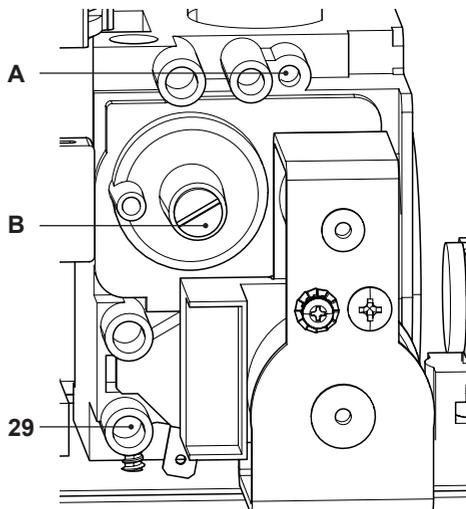

Figura 7.5
- A caldaia spenta (fuori servizio), controllare la pressione di alimentazione utilizzando la presa 29 in Figura 7.5 e confrontare il valore letto con quelli riportati nella tabella Pressioni di alimentazione gas nella sezione "Dati tecnici" pag. 27.
- Richiudere bene la presa di pressione 29 in Figura 7.5.
- Per tarare il **CO2** della caldaia (pressione del gas al bruciatore) svitare completamente il tappo in ottone di protezione B e agire sulla vite a brugola  $\varnothing$  4 mm sottostante Figura 7.5, girando in senso orario il **CO2** aumenta.
- Se i due dati non coincidono agire sulla vite regolazione massimo RQ (A in Figura 7.5) della valvola gas e tarare il  $\text{CO}_2$  allo stesso valore riportato nella sezione "Dati tecnici" in tabella "Dati in sanitario" pag. 24 (modello **Idea.eco 12 solo**), pag. 27 (modello **Idea.eco 25 solo**) e pag. 30 (modello **Idea.eco 35 solo**). Girando in senso orario il  $\text{CO}_2$  diminuisce.